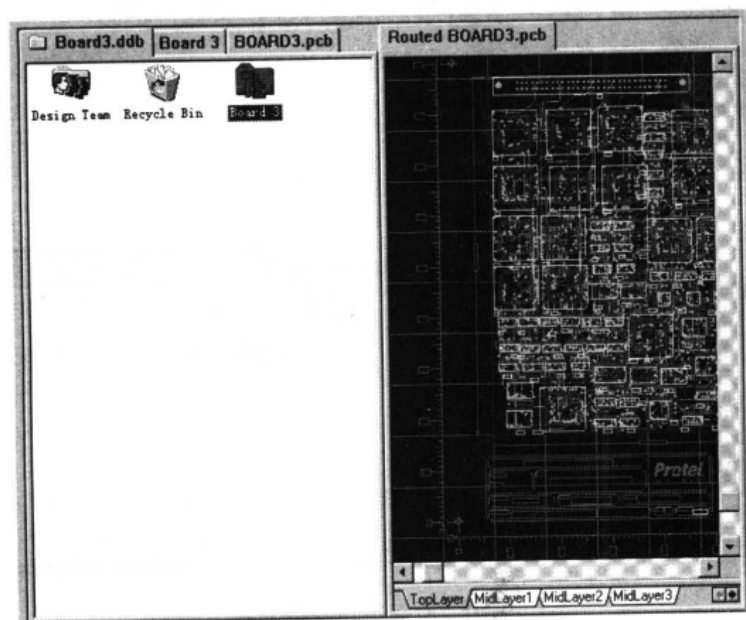

图 9-18 窗口的垂直分割显示
- Split Vertical: 将该文件与其他文件垂直分割显示，如图 9-18 所示。对所有文件都执行该命令，则所有文件窗口都会进行垂直分割显示。